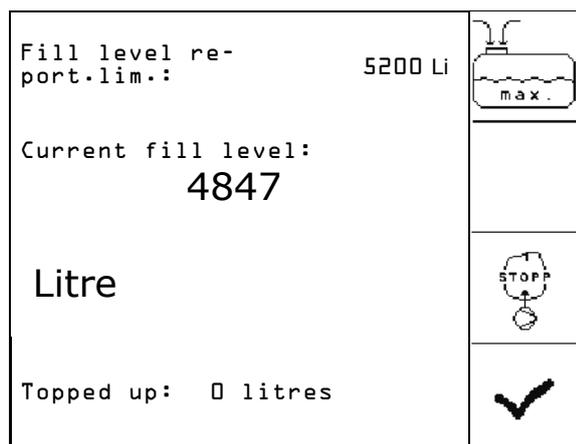

Fig. 87
1. Call up the filling menu (Fig. 87).